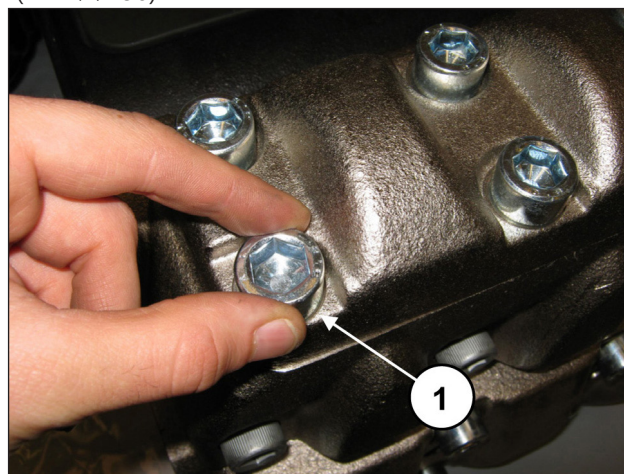
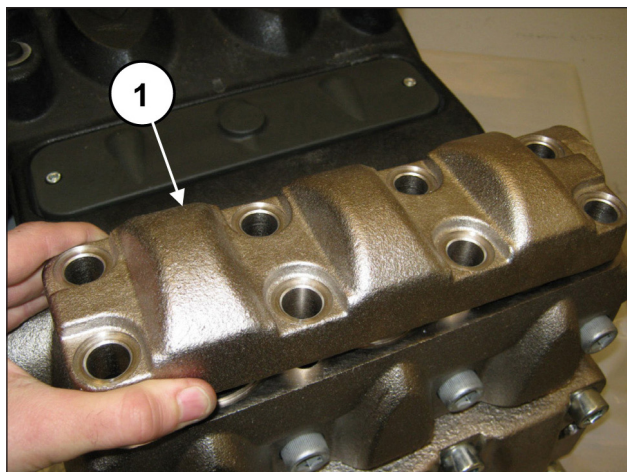

图 135
图 136
拧松排出阀盖的8个M16x45螺栓 (①, 图 135) 并拆除阀盖 (①, 图 136)。